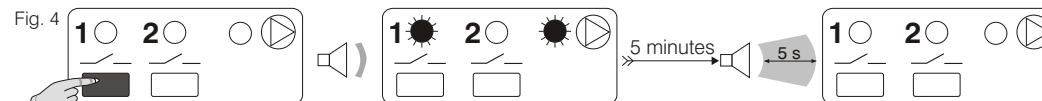

Fig. 5
- Maintenir la pression sur la **touche** désirée ex. **1** jusqu'à entendre une légère tonalité, et relâcher: la commande est activée et la **LED** correspondante est allumée fixe (fig.4). La commande de la pompe (ou chaudière) est elle aussi activée. La commande restera activée pendant 5 minutes au bout desquels une indication sonore continue de **5 secondes** avvertira l'opérateur de la désactivation imminente (fig.5). Pour tenir la commande active, appuyer de nouveau, dans les délais du signal sonore, sur la **touche 1**; dans le cas contraire, la commande est désactivée à la fin du signal sonore.